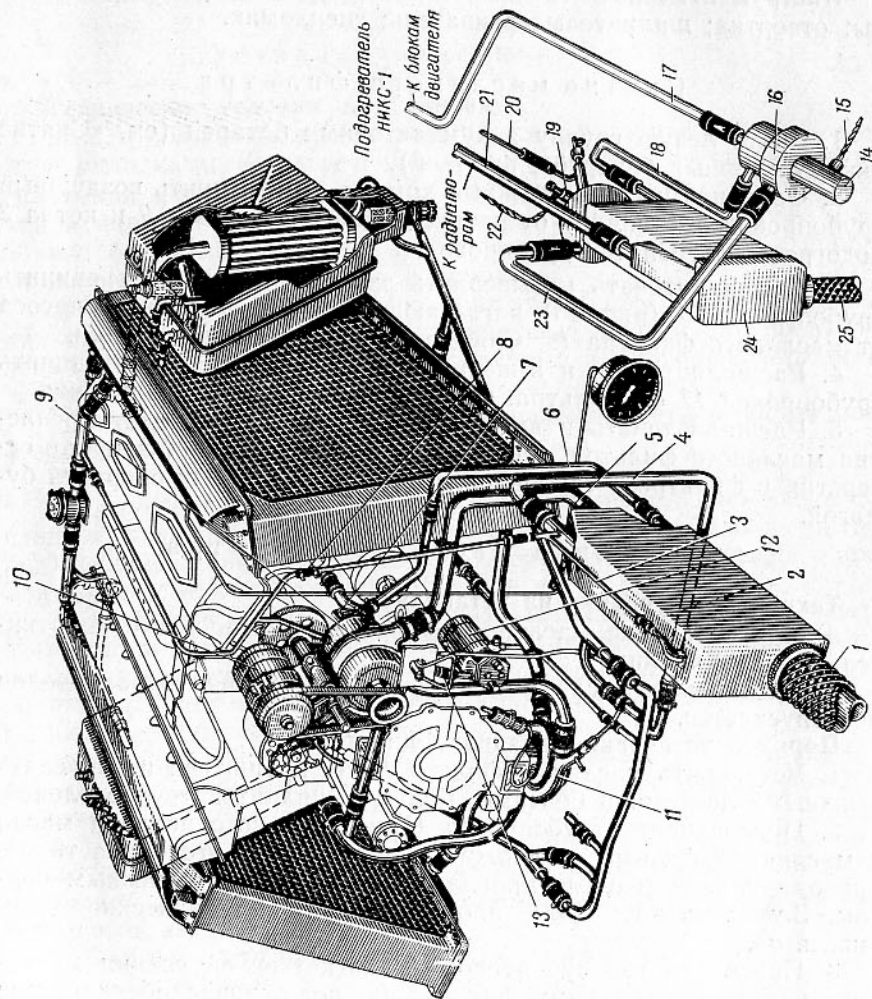

Рис. 46. Система подогрева:
2. Ослабить и снять стяжные хомуты и отъединить воздушный трубопровод 5 (рис. 46) от патрубков насосного узла 9 и котла 2 подогревателя. Снять трубопровод.
5. Присоединить воздушный трубопровод 5 (рис. 46) к патрубку насосного узла 9 и котла 2 подогревателя и закрепить трубопровод стяжными хомутами.